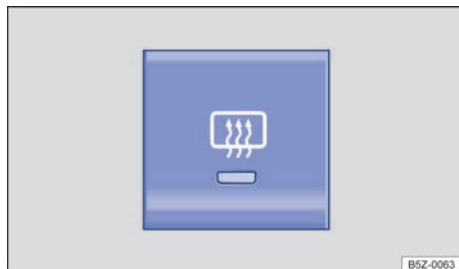

Fig. 123 En la consola central: tecla del desempañador de la luneta.
- Presionar la tecla → **fig. 123** para activar el desempañador de la luneta.